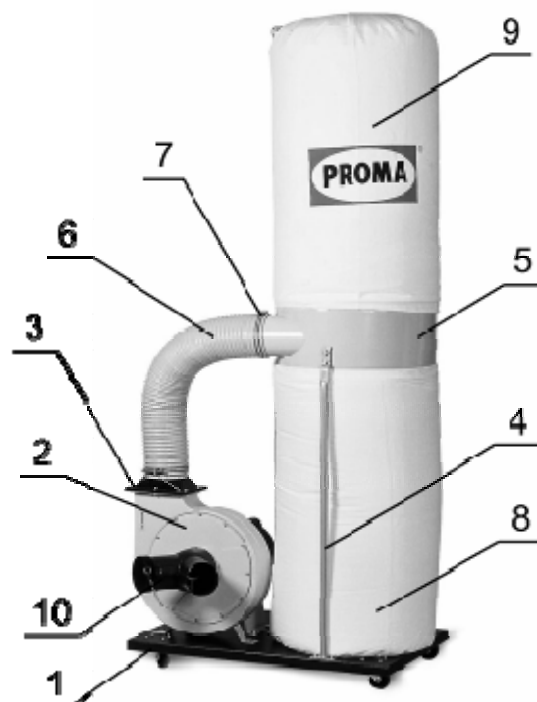

Рисунок 2.
На основании установлен вентилятор 2 с электродвигателем. Вентилятор имеет входной 10 и выходной 3 патрубки. Входной патрубок имеет два рукава, что позволяет подключать к пылесосу одновременно два станка. Выходной патрубок через шланг 6 соединен с корпусной частью пылесоса 5, которая крепится к основанию с помощью стоек 4. На корпусной части пылесоса с помощью хомутов крепятся фильтрующий мешок 9, поддерживаемый стойкой, и мешок для стружки и пыли 8. Пылесос оборудован электрическим блоком управления, которые находятся на корпусе электродвигателя (рис. 2.).
9. Установите и закрепите винтом входной патрубок на корпусе вентилятора (10 рис. 2.).